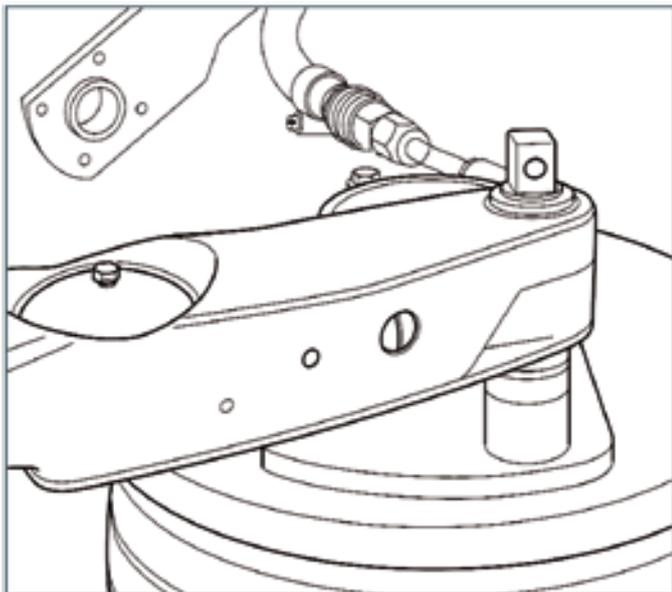

Abb. 4.9
5. Bringen Sie Muttern an den oberen Stehbolzen an und ziehen Sie diese mit einem Drehmoment von 41 Nm fest (Abb. 4.9).